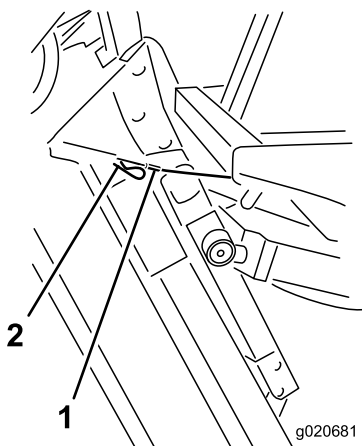

Figura 119
6. Mantenendo l'apparato di taglio verticale, fate passare l'estremità del cavo sopra il perno del braccio di sollevamento dell'apparato e fissate il cavo con la coppiglia (Figura 119).